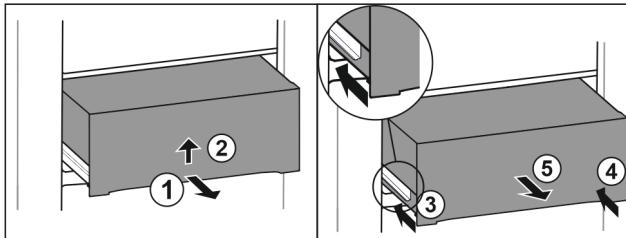

Fig. 34
- Вытяните выдвижной ящик наполовину. Fig. 34 (1)
- Поднимите выдвижной ящик за нижнюю часть. Fig. 34 (2)
- Вставьте левую направляющую. Fig. 34 (3)
- Вставьте правую направляющую. Fig. 34 (4)
- Извлеките выдвижной ящик движением вперед. Fig. 34 (5)